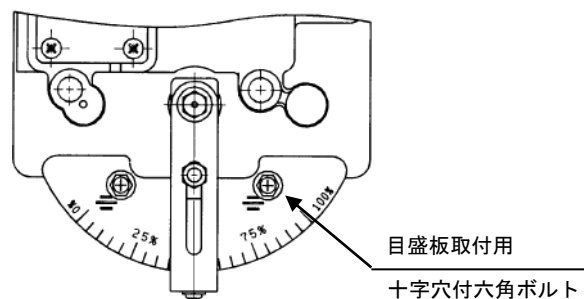

図 49
- (3) アクチュエータの開始端と終端の位置の時、目盛板の 0%と 100%を指針が示すか確認して下さい。合わない時は、スパナを使用して目盛板取付用十字穴付六角ボルトを緩めた後、目盛板をスライドさせてください。（図 49、50 参照）。